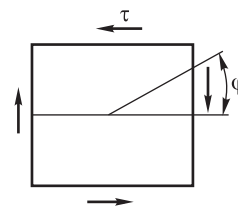

Рис. 4.2
**4.6.** Квадратний елемент перебуває під дією зсувних напружень  $\tau$  (рис. 4.2). Знайти напруження по площадці під кутом  $\varphi$  ( $\varphi < \pi/4$ ).